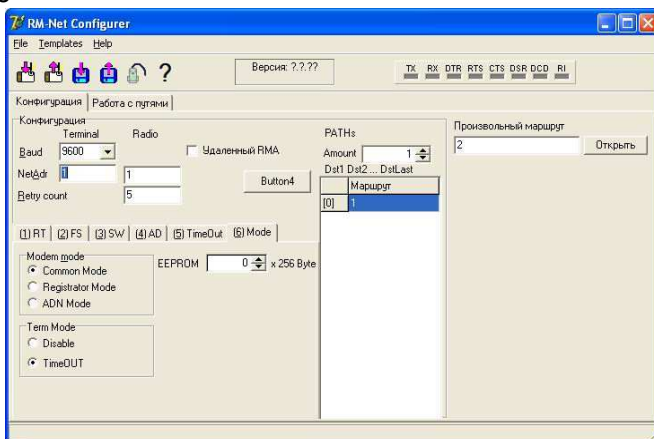

Рис. 2.5. Вкладка Mode
Настройка режима работы радиомодема производится во вкладке (6) Mode (Рис.2.5) :